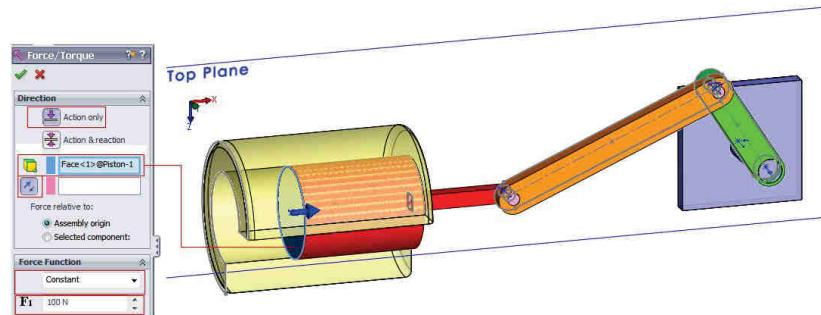

Fig. 17.39
- Selecție față piston din fig. 17.39.
- Select the face of the piston, fig. 17.39.